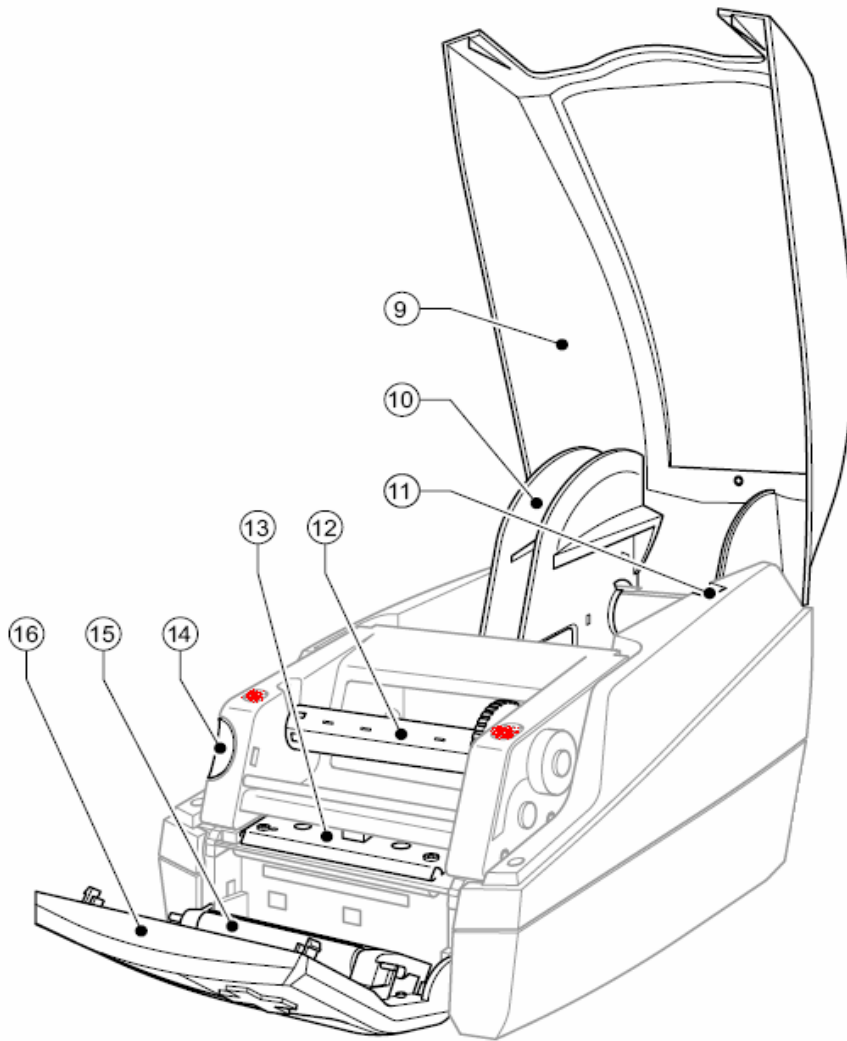

图 2
3. 将控制面板 ⑬ (图 2)打开，压下 ⑭ (图 2)打开印字头模块，将卷标拉出一段，调整 ⑦ 可控制 ⑧ 的缩放，将其调整至与标签同宽；
4. 压下(图 2)红色标示处，关上印字头模块，再关上控制面板；